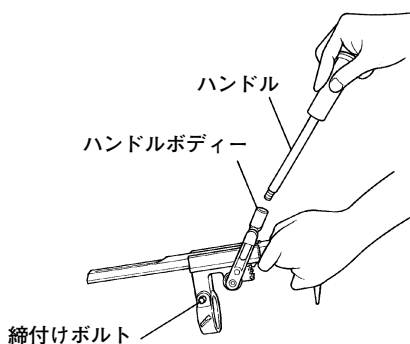

図 8
- (2) ハンドルをハンドルボディーにねじ込み、取付けます。(図 8)
- (3) 締付けボルトを取りはずします。(図 8)